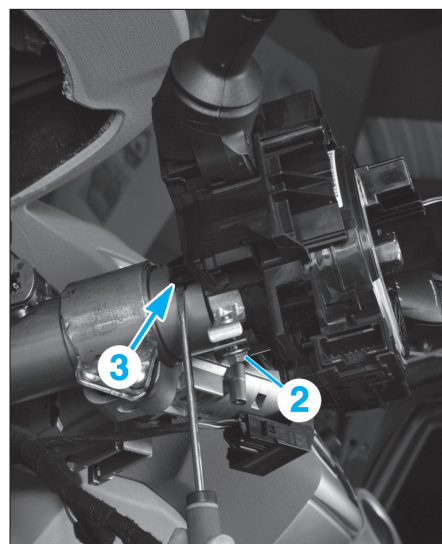

Fig. 4
- Desserrer suffisamment la vis (2) de l'ensemble des commandes sous volant (Fig.4).
- Insérer un tournevis plat dans l'ouverture (3) afin de libérer l'ensemble des commandes sous volant.